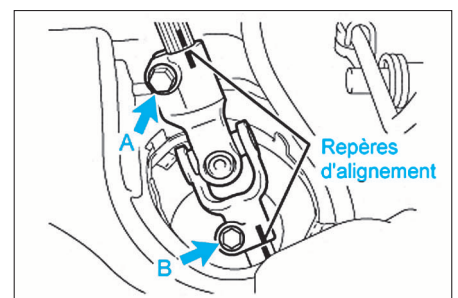

FIG. 18
- Desserrer dans le compartiment moteur le boulon (A) (Fig.18) et déposer le boulon (B) pour détacher le joint de cardan.